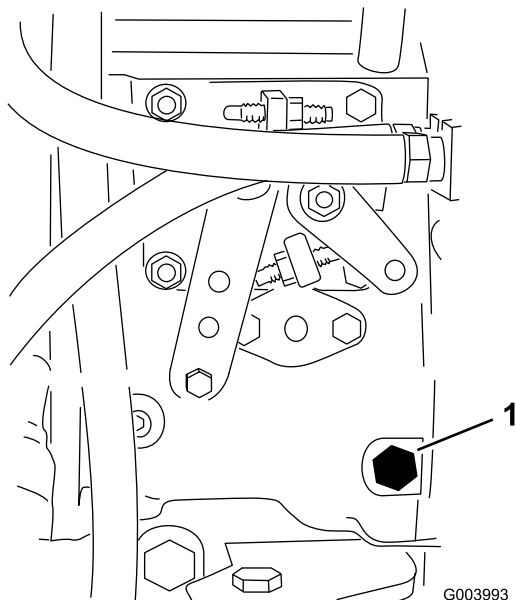

図 40
3. 燃料噴射ポンプ（図 40）についているエア抜きネジを、12 mmのレンチを使って開く。